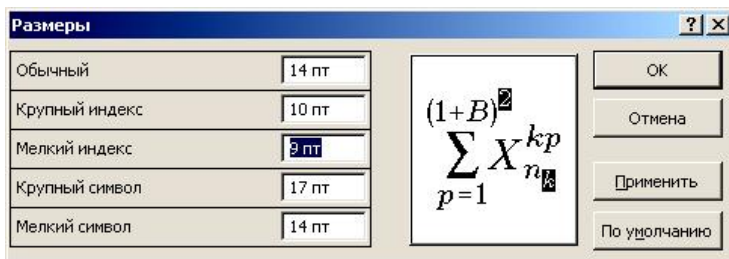

Рисунок 3
*Мелкий индекс* применяют для верхних и нижних индексов, относящихся к символам крупного индекса, или в других случаях, требующих второго уровня уменьшения размера (рисунок 3). Его также используют в полях пределов шаблонов, которые сами находятся в пределах других шаблонов, например, для верхнего индекса в пределе интегрирования. Рекомендуемый шрифт – *Times New Roman*, размер мелкого индекса 9 pt.